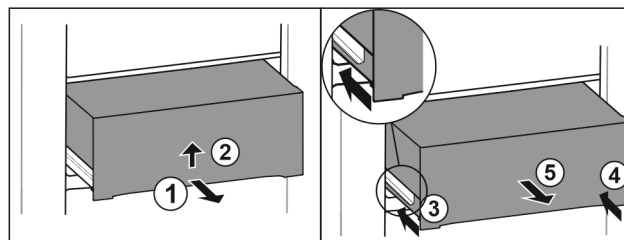

Fig. 33
- ▶ Trekk skuffen ut halvveis. Fig. 33 (1)
- ▶ Løfte skuffen på undersiden. Fig. 33 (2)
- ▶ Skyv inn venstre skinne. Fig. 33 (3)
- ▶ Skyv inn høyre skinne. Fig. 33 (4)
- ▶ Ta ut skuffen framover. Fig. 33 (5)